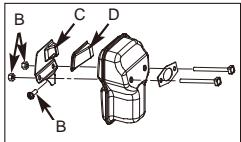

Fig. 17B
2. Ta bort de båda skruvarna som håller kåpan (C). (Fig. 17B)
3. Kassera den använda gnistfångarnätet (D) och ersätt den med ett nytt.